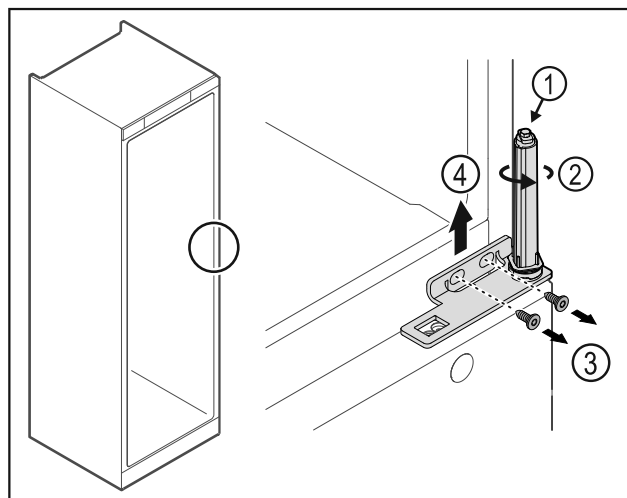

Fig. 23
- ▶ Не разбирайте систему закрытия двери Fig. 23 (1).
- ▶ Поворачивайте систему закрытия Fig. 23 (2) до щелчка.
- ▶ Открутите винты Fig. 23 (3), снимите шарнирные уголки движением вверх Fig. 23 (4).